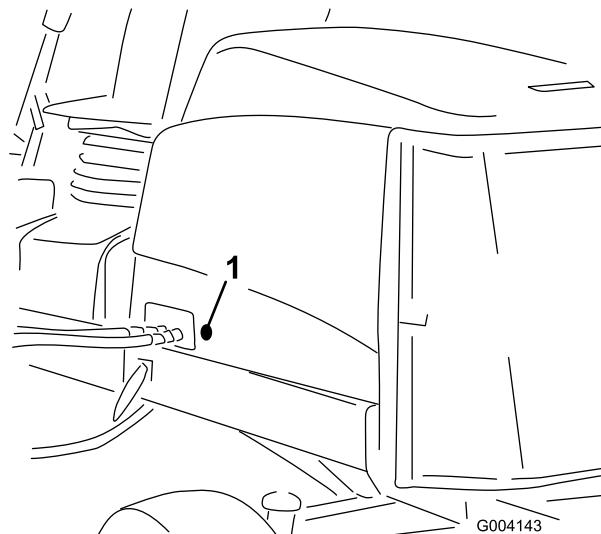

Figura 15
2. Togliete l'anello passacavi in gomma dal foro nel lato sinistro del cofano (Figura 15).